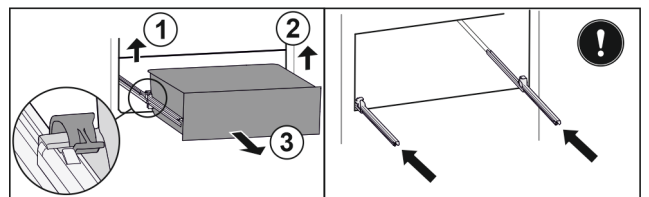

Fig. 110
- Sollevare il morsetto sinistro e allo stesso tempo tirare in avanti il cassetto sinistro. Fig. 110 (1)
- Sollevare il morsetto destro e allo stesso tempo tirare in avanti il cassetto destro. Fig. 110 (2)
- Rimuovere il cassetto tirandolo in avanti. Fig. 110 (3)